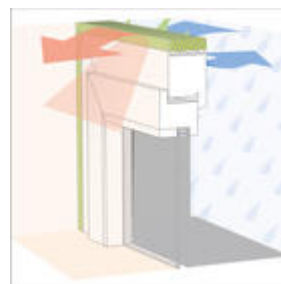

Bild 1: Funktionsprinzip
**Einbauprinzip:** illbruck TP650 ersetzt drei Abdichtungsprodukte durch eins (Bild 1).